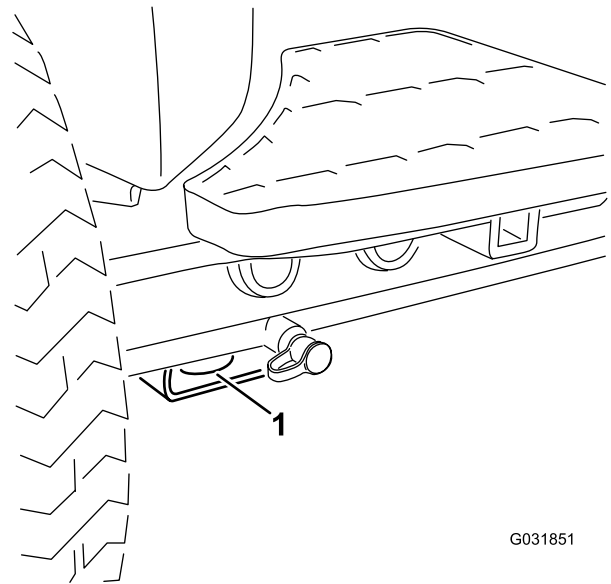

Figura 34
- Delantero – el orificio del bloque rectangular, debajo del tubo del eje, al interior de cada rueda delantera (Figura 34)